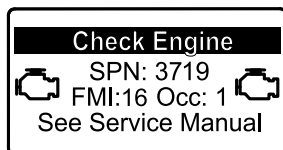

Figura 43
- Si es necesario realizar la regeneración con la máquina aparcada, el InfoCenter muestra la advertencia del motor SPN 3719, FMI 16 (Figura 43) y el ordenador del motor reduce la potencia del motor al 85%.